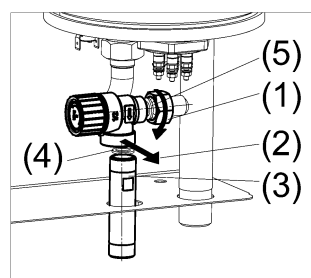

Рисунок 10. Замена предохранительного клапана
- (1) Открутите накидную гайку соединяющую напорный трубопровод и клапан (см. рис. 10).
- (2) Извлеките клапан из корпуса прибора.
- (3) Выкрутите сгон из выходного канала клапана.
- (4) Вкрутите сгон в новый клапан, используя уплотнительный материал.
- (5) Установите новый клапан в корпус прибора, при этом используйте новую уплотнительную прокладку.
- (6) Проверьте герметичность соединений и давление срабатывания клапана.